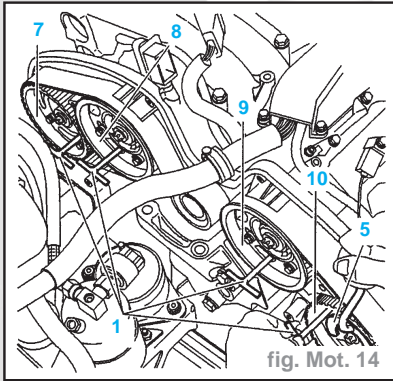

fig. Mot. 14
- Desserrer les vis des poulies (7) (8) (9) et (10) d'arbres à cames (fig. Mot. 14).